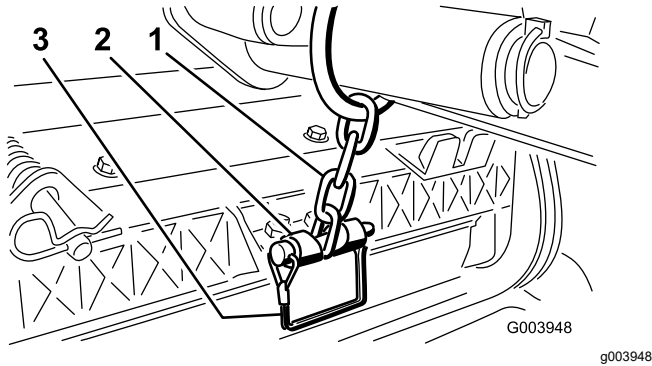

Figura 10
13. Sujete la cadena del brazo de elevación al soporte de la cadena con el pasador de seguridad (Figura 10).